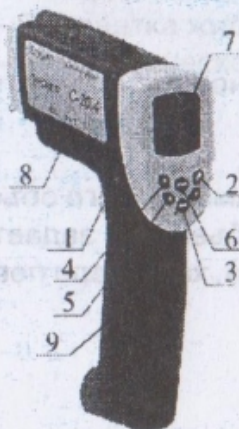

рис.4
1) Схема органов управления пирометра С-20 приведена на рис.4.
Для входа в меню необходимо нажать кнопку «MODE» поз. 3 рис. 4.
В пунктах меню «EMS», «HAL», «LAL» для установки необходимых значений параметров следует использовать кнопки «Вперед», «Назад» поз. 5 рис. 4.
В модификации пирометра С-20.4 реализована возможность режима автоматического измерения. Для этого необходимо однократно нажать на кнопку «SET» поз. 4 рис. 4 (дополнительного нажатия на кнопку «Измерение» не требуется). Для выхода из режима автоматического измерения необходимо повторно нажать на кнопку «SET».
- нажать кнопку «SET» поз. 4 рис. 4, на ЖКД высветится номер свободной ячейки памяти (всего - 12);
- нажать кнопку «STO» поз. 6 рис. 4, фиксированное значение измеренной температуры заносится в соответствующую ячейку памяти прибора;
Для извлечения из памяти измеренных значений следует, находясь в режиме «Измерение», коротко нажать кнопку поз. 6 рис. 4, при этом количество нажатий должно соответствовать номеру интересующей ячейки памяти.
Для удаления из памяти измеренных значений следует нажать кнопку поз. 6 рис. 4 и удерживать ее нажатой не менее 3 с. На ЖКД в подменю появится надпись «CLR», подтверждающая очистку памяти.
4) При изменении внешнего вида индикатора разряда источника питания поз. 7 рис. 4 (исчезновение заливки), следует заменить источник питания.